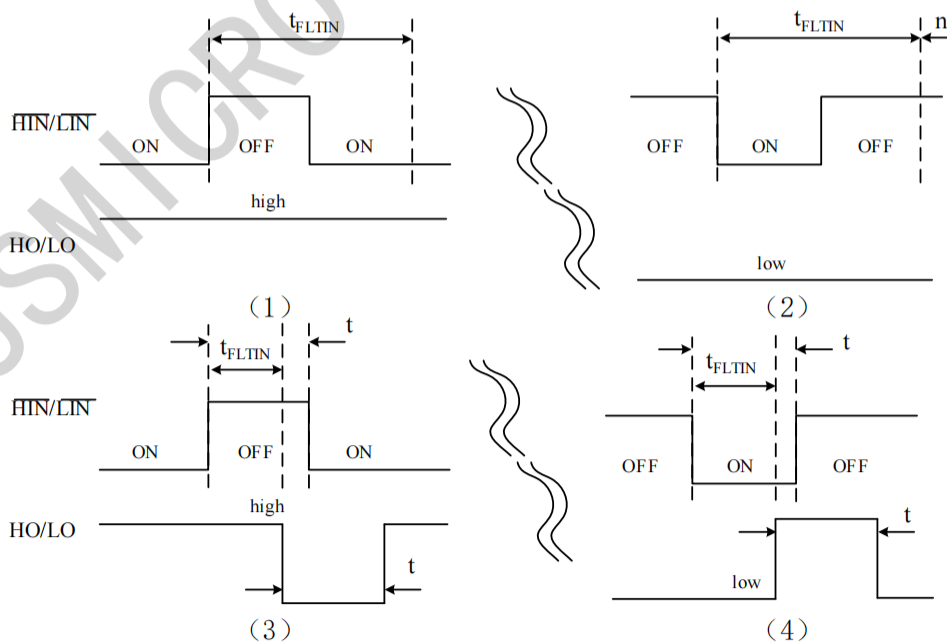

图 7-2 输入滤波波形定义
FAN73893包含有三路独立的半桥信号输入端口用于接收来自主控的控制信号，不互相干扰。每路半桥的高侧与低侧之间有互锁功能，保证同相位高侧与低侧的输出不会同时为高电平。且高侧与低侧信号之间存在内置的死区时间，有效避免了输出信号重叠导致的严重故障。信号输入端口采用边沿触发的方式，因此在触发保护后，需要给出下一个触发沿信号，输出才会产生变化。每个信号输入端口均通过一个 40KΩ 的电阻上拉至内部基准 VDD，浮空时将被置为高电平输入。每个信号输入端口（包括 EN 使能端口）均包含有滤波功能，不会被低于滤波时间的脉冲触发，当包含滤波功能的端口输入信号发生变化时，其持续时间小于输入滤波时间，输出端口均不受到影响产生变化。当输入信号变化持续时间大于输入滤波时间，输出端口则随输入信号发生改变，并与其保持同等时间，如图 7-2 所示：
(1) 当输入正脉冲信号时，且该脉冲信号宽度小于滤波宽度 ($t < t_{FLTIN}$)，如图 7.2(1)所示。输出信号不发生变
(2) 当输入正脉冲信号时，且该脉冲信号宽度大于滤波宽度 ($t > t_{FLTIN}$)，如图 7.2(3) 所示。输出信号发生变化，触发一个持续时间为 t (同输入脉宽时间) 的低电平后恢复高电平；
(3) 当输入负脉冲信号时，且该脉冲信号宽度小于滤波宽度 ($t < t_{FLTIN}$)，如图 7.2(2) 所示。输出信号不发生变化，持续为低电平；
(4) 当输入负脉冲信号时，且该脉冲信号宽度大于滤波宽度 ($t > t_{FLTIN}$)，如图 7.2(4) 所示。输出信号发生变化，触发一个持续时间为 t (同输入脉宽时间) 的高电平后恢复低电平。